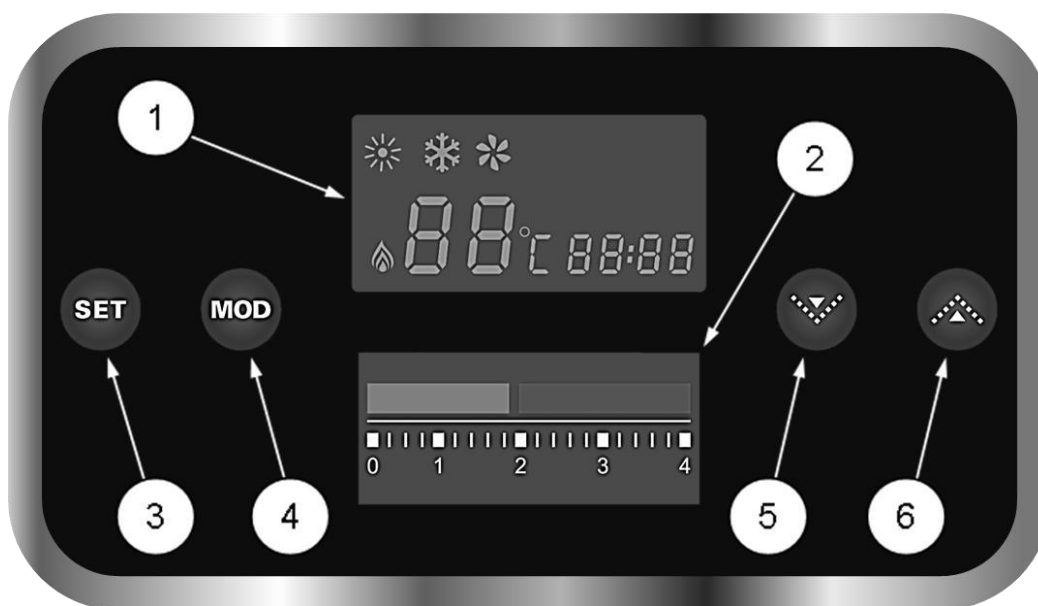

Рис. 11 Панель управления котлом
На передней (лицевой) панели котла расположена панель управления котлом (См. Рис. 11).
- Проверьте по манометру (См. Рис. 11) на панели управления котлом давление теплоносителя (ОВ) в котле и СО. Давление должно быть в пределах от 1,3 до 1,5 бар.